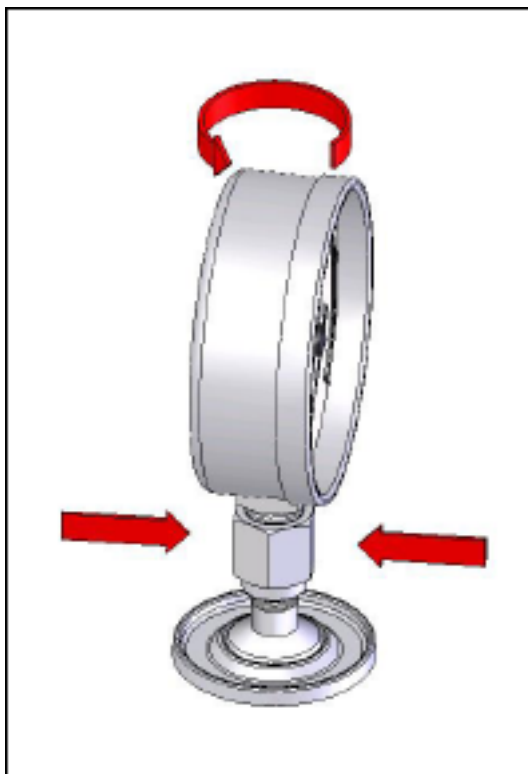

图 11. 调节仪表位置
3. 要调整位置以面向前方，请握住仪表适配器，然后逆-时针方向转动仪器，从而使其面朝前方，参见图 11。